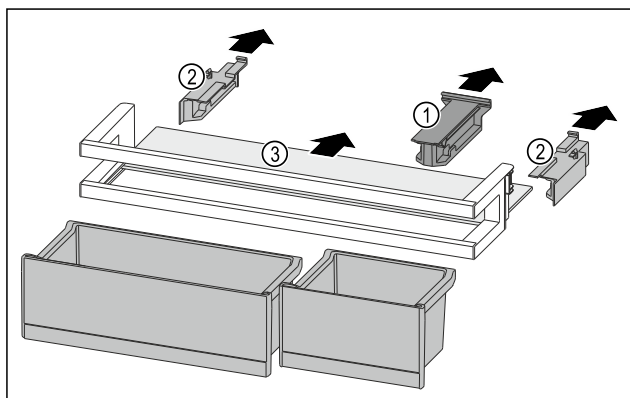

Fig. 118
- Halteteil Fig. 118 (1) abziehen.
- Seitenteile Fig. 118 (2) abziehen.
- Abstellfläche Fig. 118 (3) entnehmen.